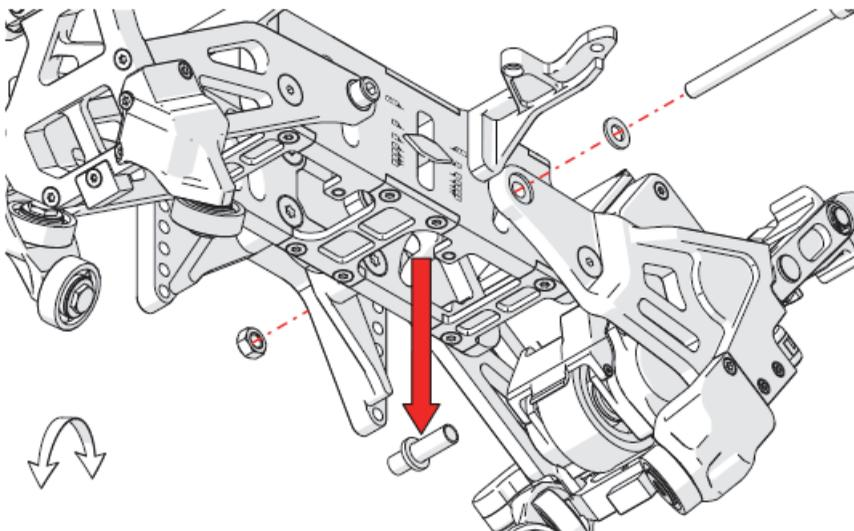

Figure 2-6 Retrait du boulon de fixation du pivot
5. À l'aide d'un tournevis à tête hexagonale de 6 mm, retirez le boulon de fixation du pivot (Figure 2-6 à la page 95).
2. À l'aide d'un tournevis à tête hexagonale de 6 mm, retirez le boulon de fixation du pivot et mettez de côté le bouton, l'écran, la rondelle et le manchon intérieur (Figure 2-6 à la page 95).